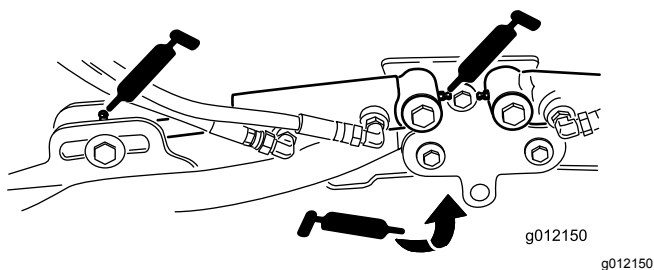

Figura 39
- Cilindri del braccio di sollevamento degli elementi di taglio (2 cad.) (Figura 39)
- Perni del braccio di sollevamento (1 cad.) (Figura 39)